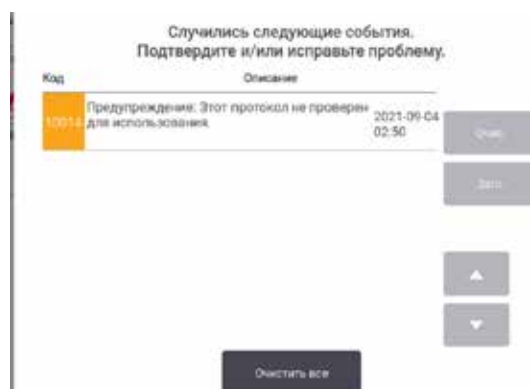

Рис. 64
12. На экране появится окно, предупреждающее о необходимых или рекомендованных действиях перед началом использования протокола (→ Рис. 64). В этом окне всегда будет содержать предупреждение о том, что протокол не валидирован для использования. По умолчанию новый созданный протокол не является действительным. Ваша лаборатория должна валидировать его для применения в клинической практике. После валидации пользователь с правами руководителя может перейти на экран **Edit Protocol (Изменить протокол)** и нажать кнопку **Validate protocol (Валидировать протокол)**. После этого протокол будет доступен операторам (при условии, что все остальные ошибки, перечисленные в окне, были устранены).
7. На экране появится окно (→ Рис. 64), предупреждающее о необходимых или рекомендованных действиях перед началом использования протокола. В этом окне всегда будет содержать предупреждение о том, что протокол не валидирован для использования. По умолчанию новый созданный протокол не является действительным. Ваша лаборатория должна валидировать его для применения в клинической практике. После валидации пользователь с правами руководителя может перейти на экран **Edit Protocol** (**Изменить протокол**) и нажать кнопку **Validate protocol** (**Валидировать протокол**). После этого протокол будет доступен операторам (при условии, что все остальные ошибки, перечисленные в окне, были устранены).